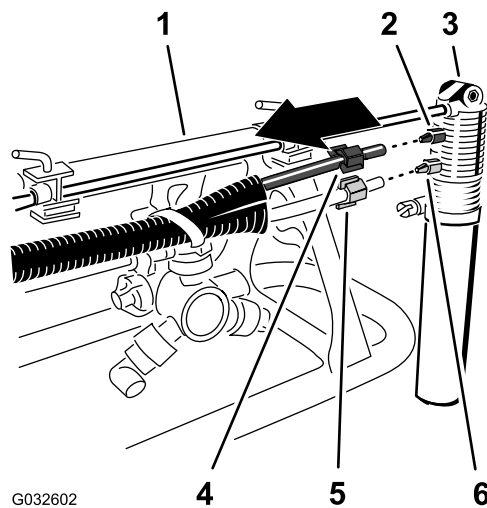

Bild 26
- Lösen Sie die Druckmutter an der Schaummarkiererdüse, mit der der blaue Schlauch (Wasser) an der blauen Druckringverbindung der Schaummarkiererdüse befestigt ist (Bild 26).
- Lösen Sie die Druckmutter, mit der der durchsichtige Schlauch (Luft) am weißen Druckanschlussstück der Schaummarkiererdüse befestigt ist (Bild 26).
- Entfernen Sie die Druckmuttern an den Enden der Schläuche (Bild 26).